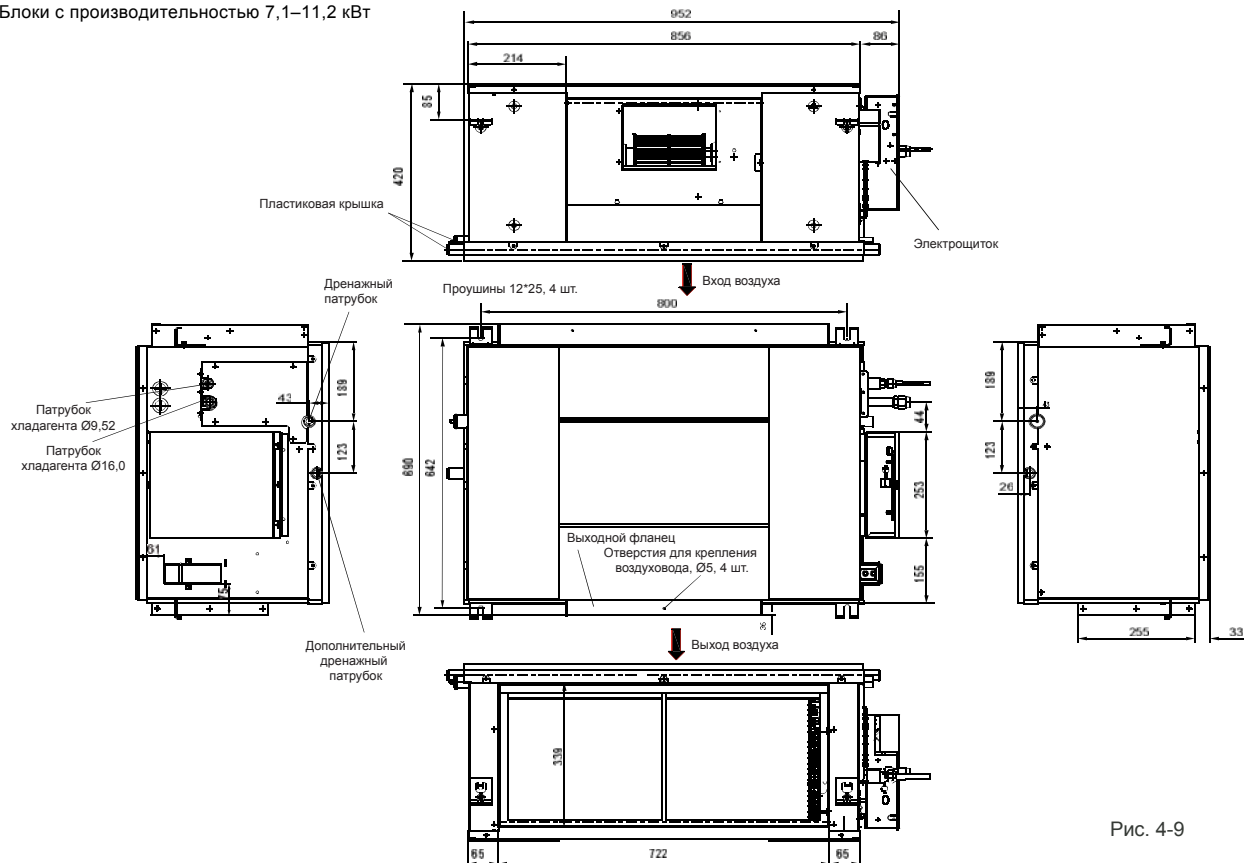

Рис. 4-9
1. Для стандартного монтажа размеры элементов и расстояния указаны на рис. 4-9.
Стандартный монтаж; размеры указаны на рис. 4-9 и 4-10.